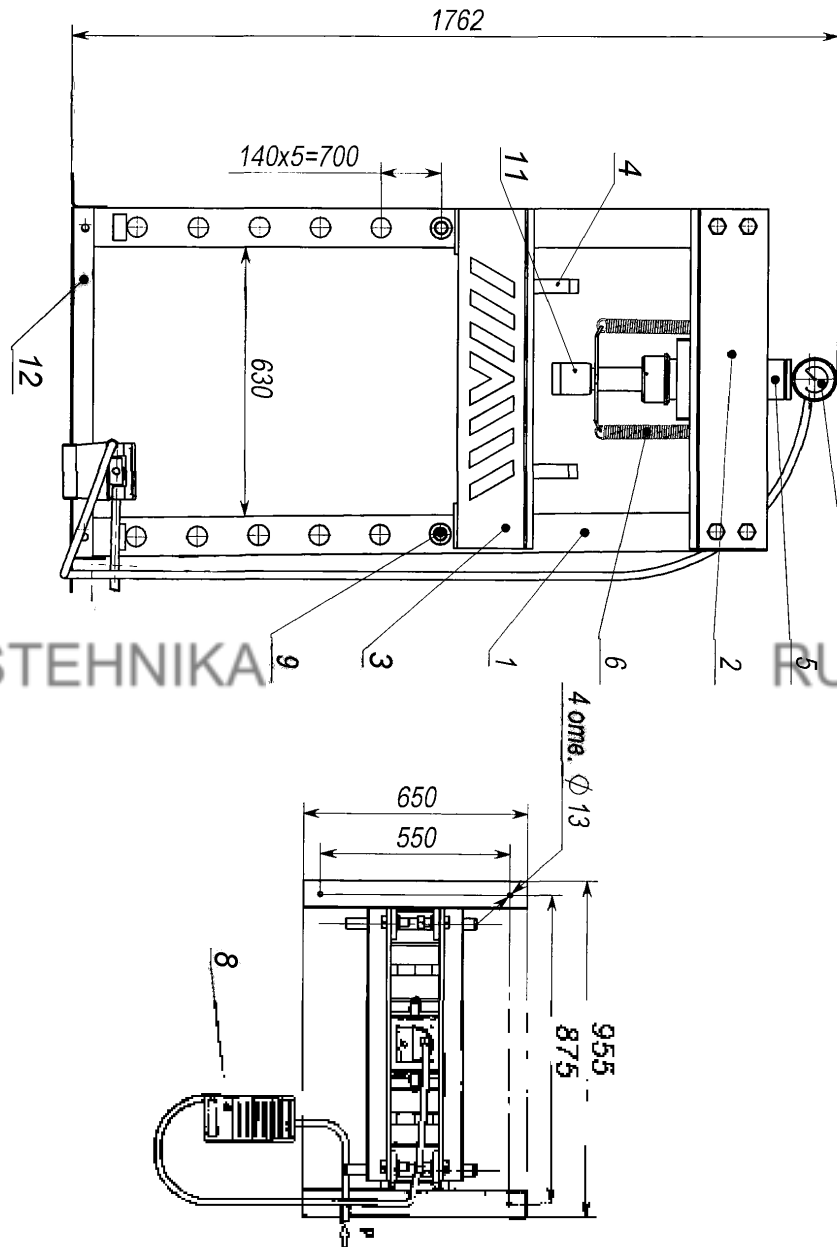

Рис. 1. Пресс П-40
- рама, состоящая из двух стоек поз. 1 (см. Рис.1), балки верхней поз. 2, балки опорной поз. 3 и основания поз. 12;